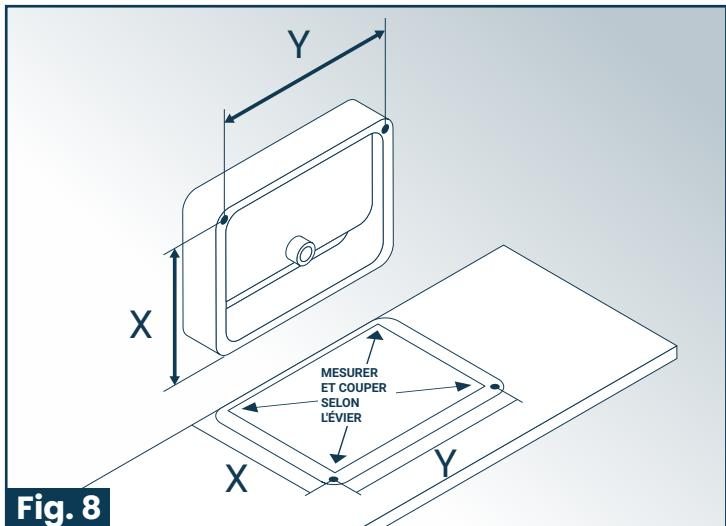

Fig. 8
4. Transférez les dimensions sur votre plan de travail en utilisant votre évier comme modèle. La distance « X » et « Y » sera une mesure fixe basée sur votre modèle d'évier. Cependant, la position de l'évier sur le comptoir variera en fonction de la distance que vous préférez par rapport au mur - assurez-vous de tenir compte de l'emplacement du drain et du robinet lors de la détermination de la position finale de l'évier. (Fig. 8)